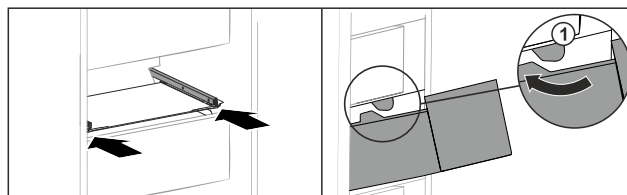

Fig. 146
- ▶ Lirka utdragslåda runt stoppklackarna Fig. 146 (1).